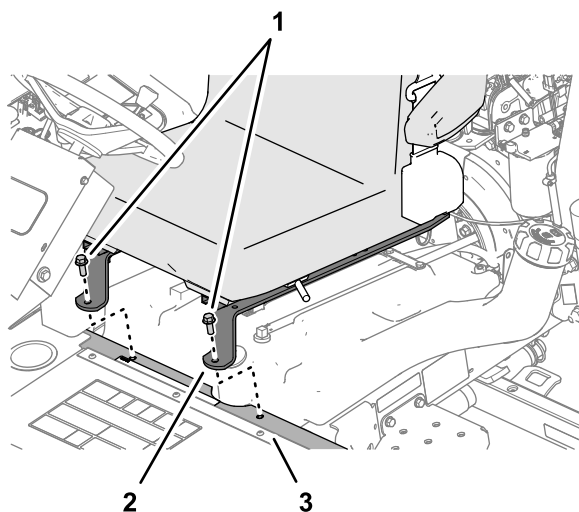

Figur 58
5. Ret rillerne i varmeskjoldet og hullerne i sædestropperne ind efter krydsrørets afstandsstykke på bagsiden af førersædet (Figur 58).